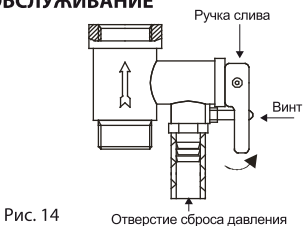

Рис. 14
6. Чтобы правильно слить воду из внутреннего бака, надо воспользоваться сливным отверстием (только для серии FE1/FE6) (для этого открутите заглушку, закрывающую сливное отверстие), также воду можно слить через комбинированный предохранительный клапан (рис.14)(для этого открутите винт ручки слива комбинированного предохранительного клапана и переведите ручку слива в верхнее положение, при это кран выхода горячей воды должен быть открыт, а кран подачи холодной воды в водонагреватель должен быть перекрыт).